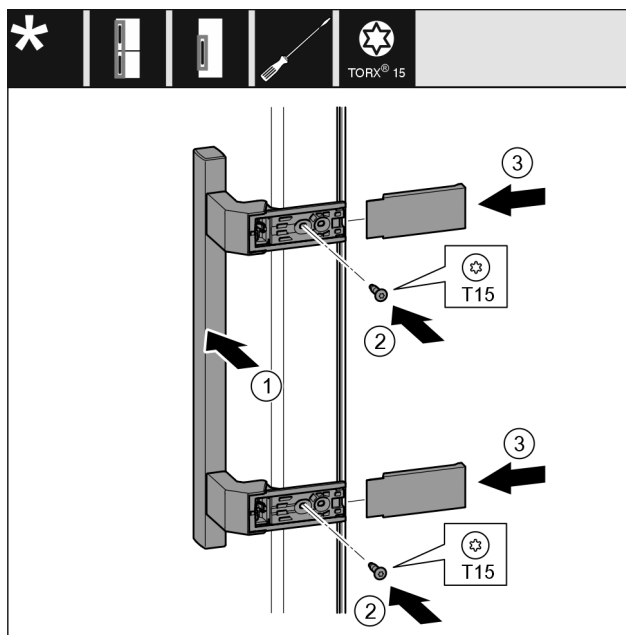

Fig. 19
- ▶ Установите ручку Fig. 19 (1) на противоположной стороне.
- ▶ Затяните винты Fig. 19 (2) отверткой.
- ▶ Установите крышки Fig. 19 (3) сбоку и надвиньте их.